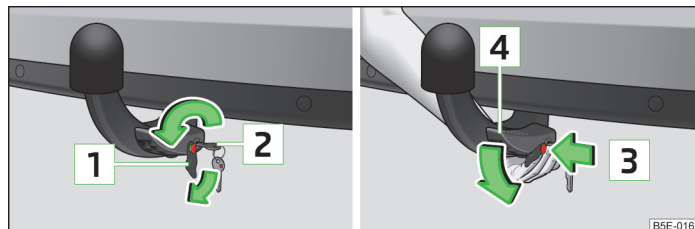

Fig. 150 Déverrouillage de la manette de la boule d'attelage/détachement de la boule d'attelage
- Retirez le cache **1** » fig. 150 de la serrure de la boule d'attelage dans le sens de la flèche.